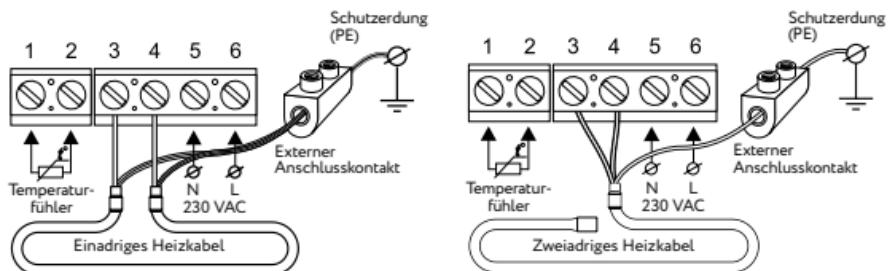

Abb. 3
Die Heizleitung bzw. der Matte werden an die Klemmen **3** und **4** angeschlossen; die Leitung des Abschirmgeflechts (gelb- grün) wird über einen externen Klemmenkontakt mit der Schutzeiterleitung (PE) verbunden (Abb. 3).